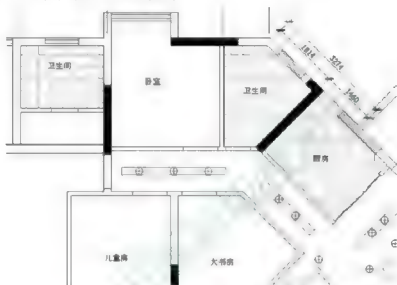

图 8-17
**步骤 2：**使用图案填充工具对厨房和卫生间进行填充，填充图案名称为“ANGLE”，图案填充比例为“45”，如图 8-17 所示。